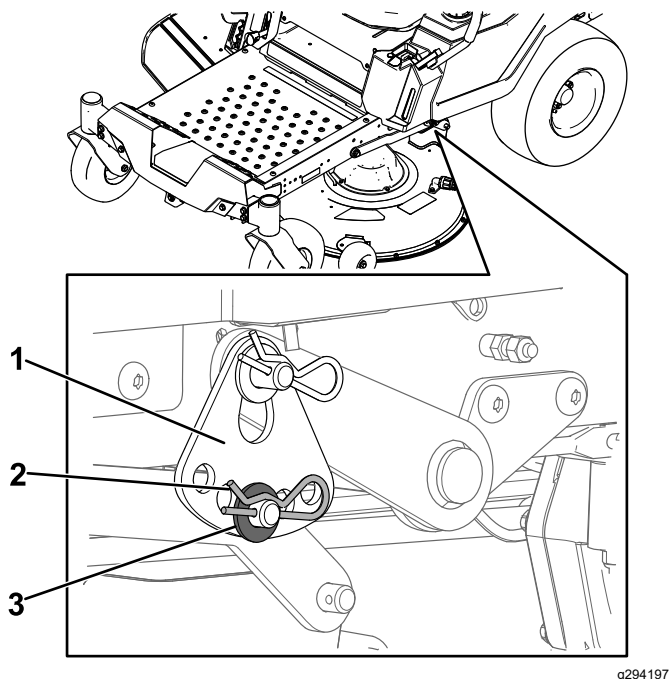

Figura 70
6. Îndepărtați tiftul în formă de agrafă i aiba de la tiftul inferior al braului de ridicare (Figura 70).